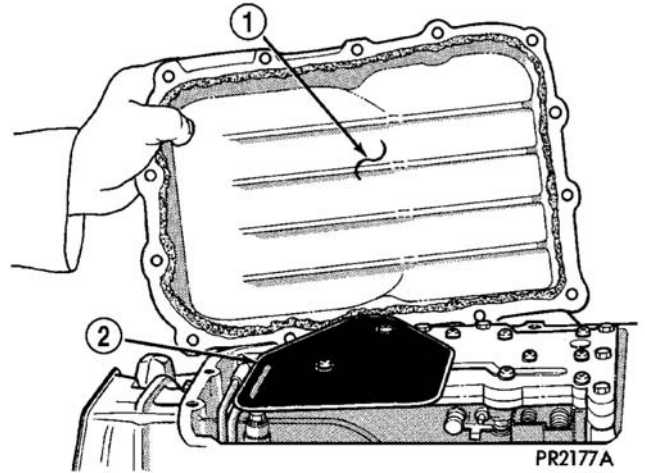
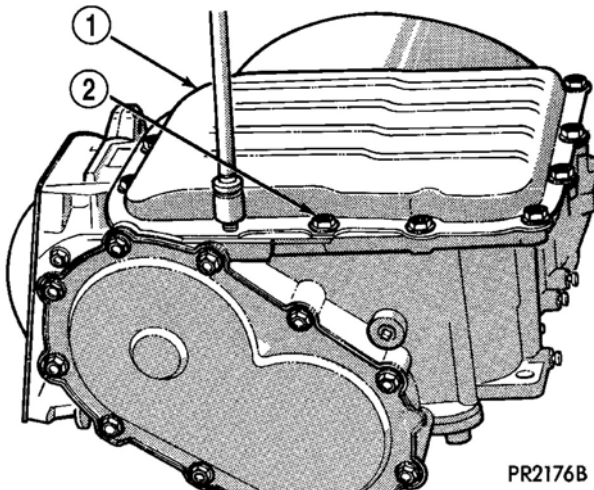

图 112 变速驱动桥油盘
图 111 变速驱动桥油盘螺栓
(2) 拆下变速驱动桥油盘并放出油液（图 111）（图 112）。